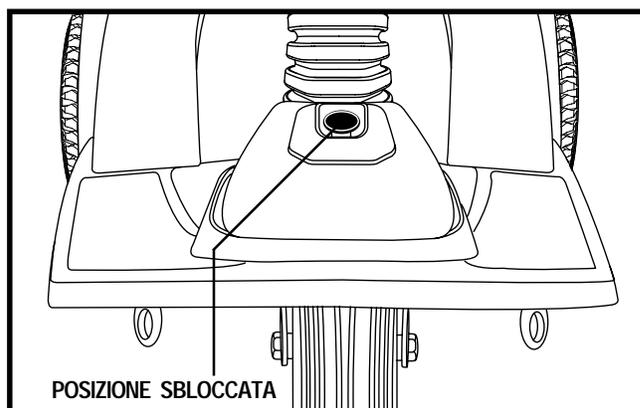

Figura 20A. Bloccasterzo (Sbloccato)
9. Sbloccare la ruota anteriore ruotando il manubrio di 90° in senso antiorario. Vedere figura 20A.